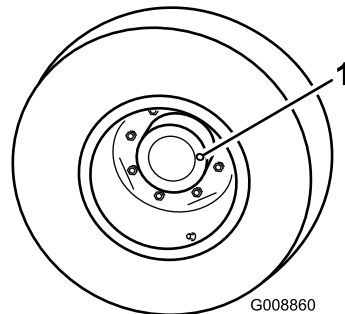

図 47
1. 水平な床面で、点検プラグ 図 47 の1つが時計の 12 時を指し、もうひとつが 3 時を指すように駐車する。
2. 3時の位置にあるプラグを外す 図 47。